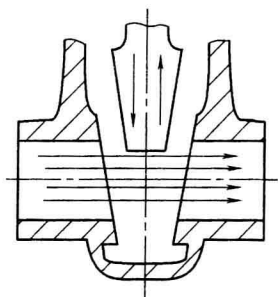

图 1-2 闸门形
2) 闸门形:关闭件沿着垂直于阀座的轴线方向移动,如图 1-2 所示。